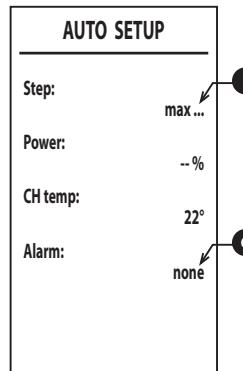

fig. 53
- Se la fase di accensione non va a buon fine, compare la scritta **[max\_err]** al punto **a** e un codice di errore al punto **⌚** (fig. 53). Possibili cause per la mancata accensione sono elencate nella **Nota 2**. Uscire dall'Auto Setup con il tasto **⌚**, risolvere l'anomalia e ripetere la procedura dal punto 1.